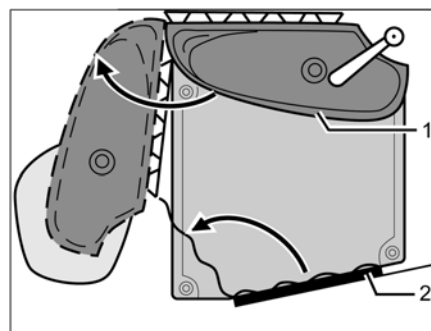

Fig. 345 Toilette Vario
- Girare il lavabo con la parete posteriore (Fig. 345,1) nella direzione della freccia.
- Entrare nel vano WC e chiudere la porta di ingresso della toilette (Fig. 345,2) dall'interno e bloccarla.